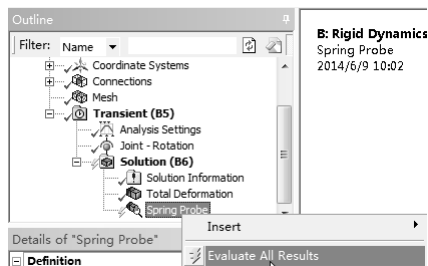

图 10-98 求解弹簧探测
4) 在【Outline (分析树)】中选择【Spring Probe】节点，单击鼠标右键，在弹出的快捷菜单中选择【Evaluate All Results】命令进行求解，如图 10-98 所示。